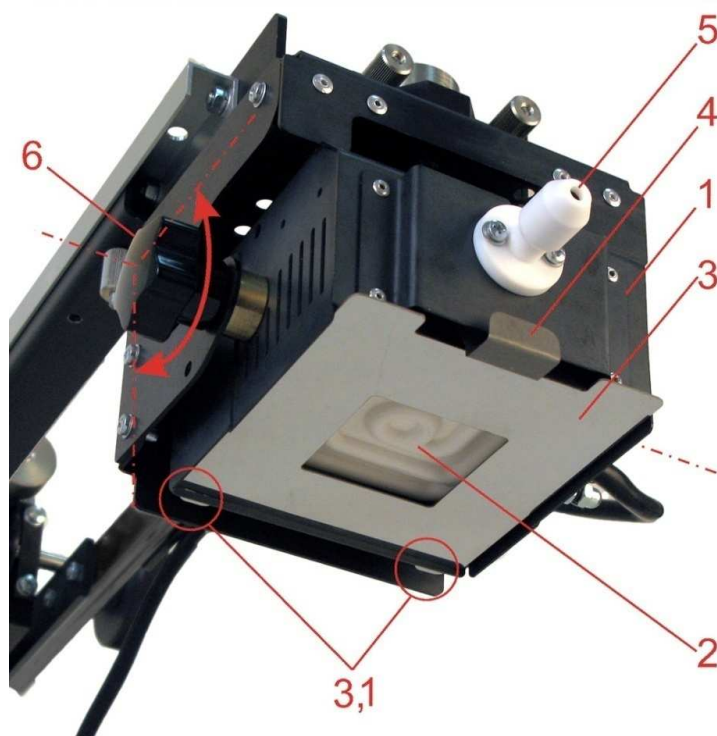
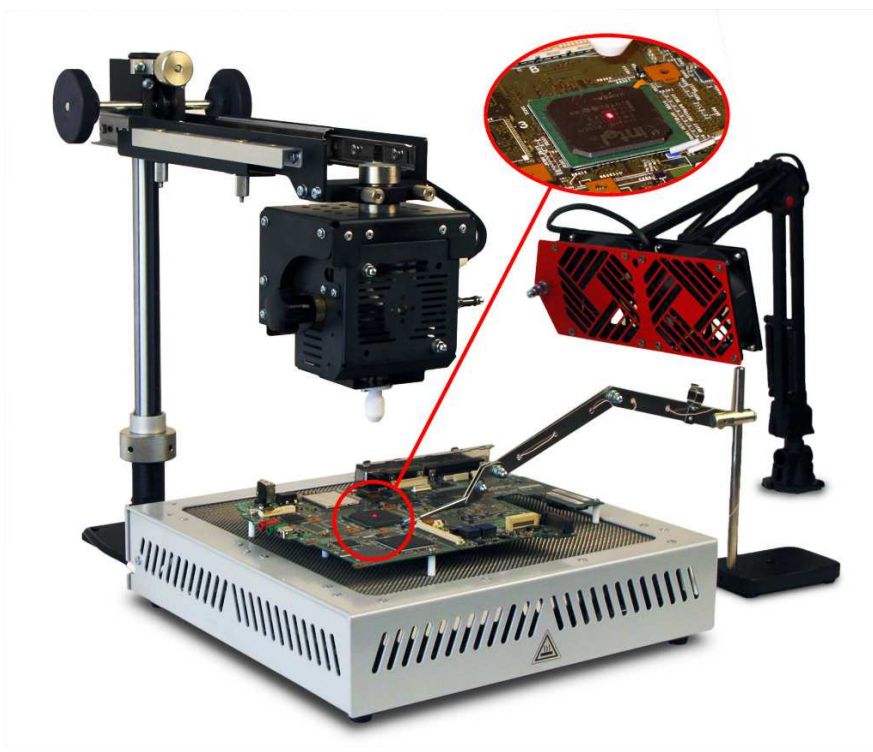

Рис. 3.1. Верхний нагреватель: основные элементы
Рис. 4. Работа с лазерным указателем.
Внешний вид нагревателя показан на рис. 3.1. Керамический излучатель 2 размещен в корпусе 1, подвешенном шарнирно во внешнем кожухе. Для ограничения области нагрева служит диафрагма 3, удерживаемая в пазах (обозначены на рис. 3.1 как 3,1 ) пружиной 4. Для удобства наведения головки служит лазерный указатель 5.
Для использования лазерного указателя повернуть посредством маховичка 6 (рис. 3.1) корпус 1 на 90° (лазерный указатель 5 будет направлен вниз, см. рис. 4), при этом автоматически включится лазер, а нагреватель будет отключен. Для продолжения работы с нагревателем повернуть корпус в прежнее положение.
Для замены диафрагмы, придерживая пинцетом или плоскогубцами диафрагму 3 (рис. 3.1) за язычок в ее передней части, потянуть пинцетом или другим инструментом пружину 4 по направлению от корпуса нагревателя и вынуть диафрагму из пазов 3,1. Далее установить в пазы новую диафрагму и, оттянув пружину 4, вложить в ее паз язычок диафрагмы. После этого отпустить пружину для фиксации диафрагмы.
- Используя лазерный указатель, вывести верхний нагреватель в положение (см. рис. 4) над отпаиваемой микросхемой.